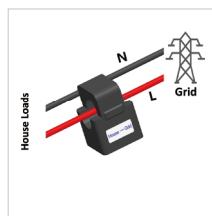

Fig. 36
**Collegamento contatore intelligente e CT:** assicurarsi che il contatore intelligente e il CT siano collegati tra i carichi domestici e la rete, e verificare il contrassegno di direzione del contatore intelligente sul CT, fare riferimento alla Fig. 36.